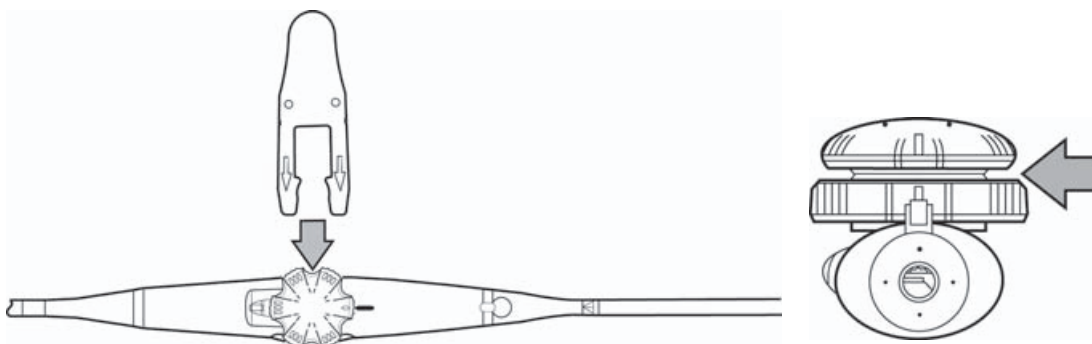

Figura 5 Inserimento dello strumento per test di foratura
- 1 Inserire lo strumento per test di foratura al di sotto del controller del piano di scansione come illustrato nella **Figura 5**. Lo strumento per test di foratura è compreso con il trasduttore TEExi e TEEp.